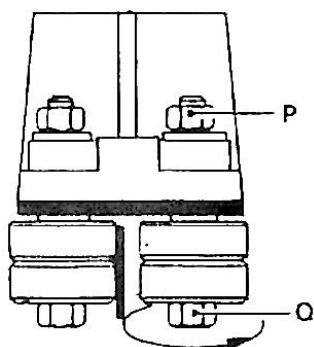

Figura: 5 Figura: 6
- Utilizando una llave de 10 mm, afloje las tuercas hexagonales P en las dos guías de la hoja. en la parte exterior de la hoja (fig.5).